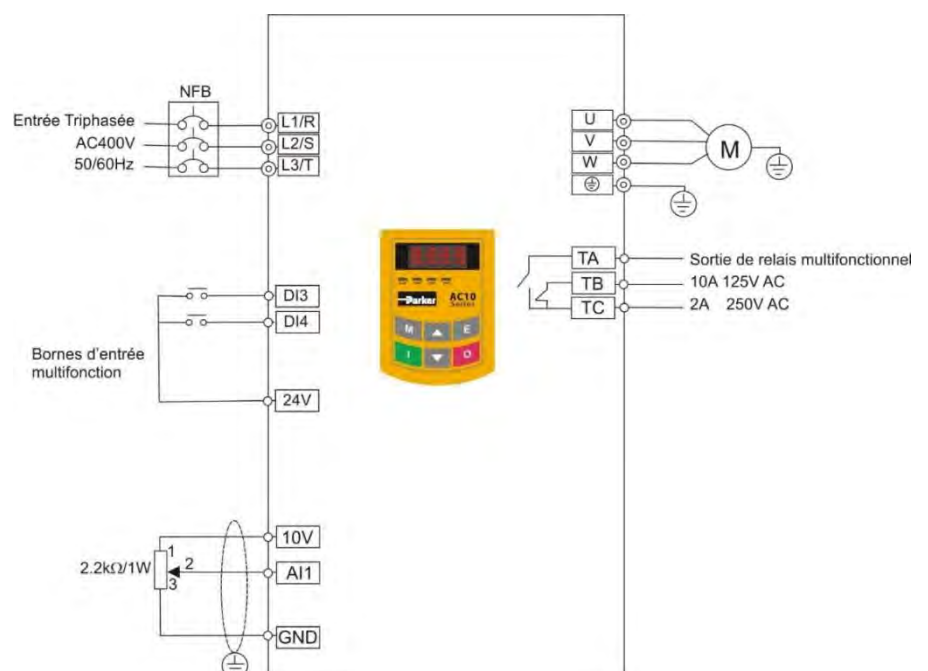

Figure 8-3 Schéma de câblage 3
- i. Connectez les câbles en respectant la Figure 8-3. Après avoir vérifié que le câblage a été effectué avec succès, allumez l'alimentation principale et mettez l'onduleur sous tension. Remarque : On peut opter pour un potentiomètre 2 K~5 K pour le réglage des signaux analogiques externes. Dans le cas où une précision plus élevée est requise, veuillez opter pour un potentiomètre multiple précis et utilisez des câbles blindés pour les raccordements avec une bonne mise à la terre de la couche de blindage proche de l'extrémité.